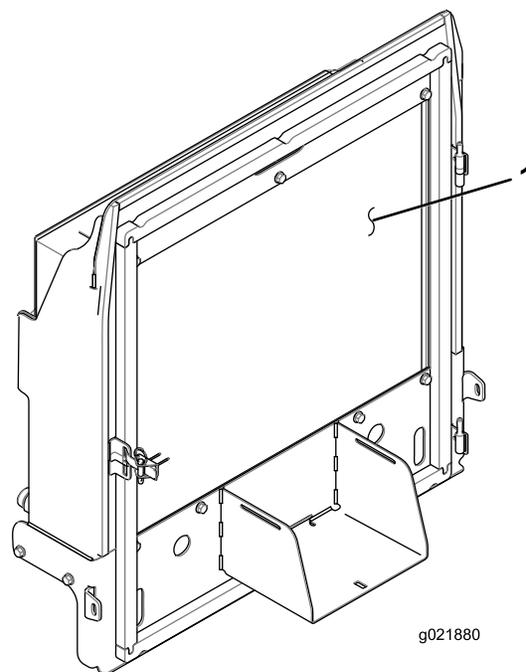

図 95
4. オイルクーラ/ラジエーターの裏表を圧縮空気ですら丁寧に清掃する 図 95。